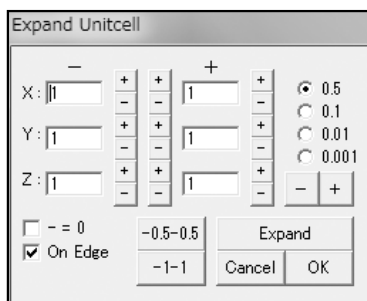

図 5.6 セルサイズの設定画面
1. Display Structure 画面の [Cell Size] をクリックすると図 5.6 のセルサイズ設定画面が表示されます。